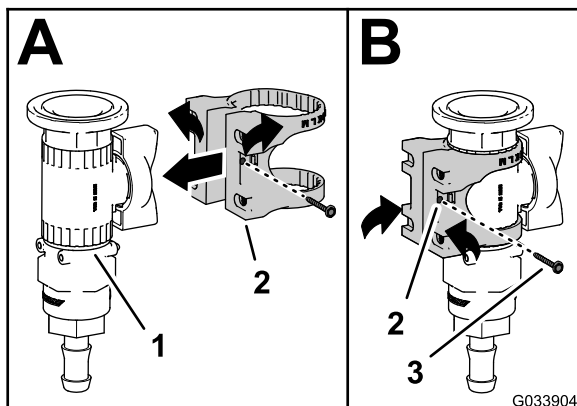

Figura 11
1. Monte el soporte de la válvula en la válvula de control, según se muestra en **Figura 11**, A.
2. Sujete el soporte de la válvula a la válvula de control con el tornillo con arandela prensada (Nº 6), y apriete el tornillo a mano (**Figura 11**, B).